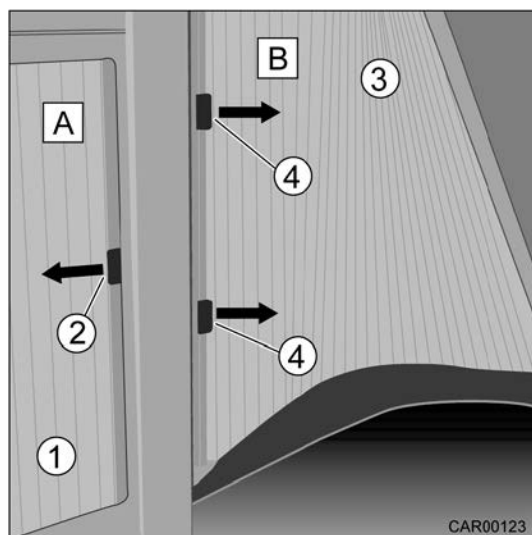

Fig. 88 Store occultant sur la vitre latérale/portière côté conducteur
**Ouvrir/fermer le store occultant sur la portière côté conducteur (A) :**
1. Ouvrir le store (Fig. 88/1) dans le sens de la flèche (←).
2. Fermer le store (Fig. 88/1) dans le sens de la flèche (→) et le verrouiller au moyen d'un aimant (Fig. 88/2).
**Ouvrir/fermer le store occultant sur la vitre latérale (B) :**
1. Ouvrir le store (Fig. 88/3) dans le sens de la flèche (→).
2. Fermer le store (Fig. 88/3) dans le sens de la flèche (←) et le verrouiller au moyen des fermetures à serrage (Fig. 88/4).